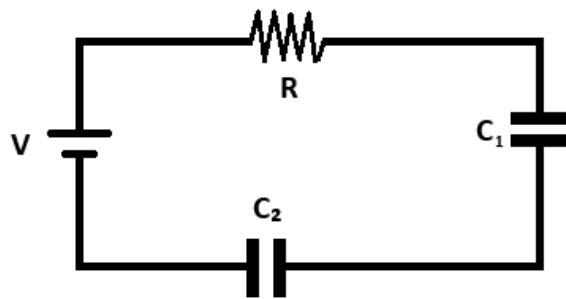

Figura 3: Resistencia conectada en serie con dos capacitores también conectados en serie
2. Utilizando las caja de conexiones, monte el circuito eléctrico mostrado en la figura 3.